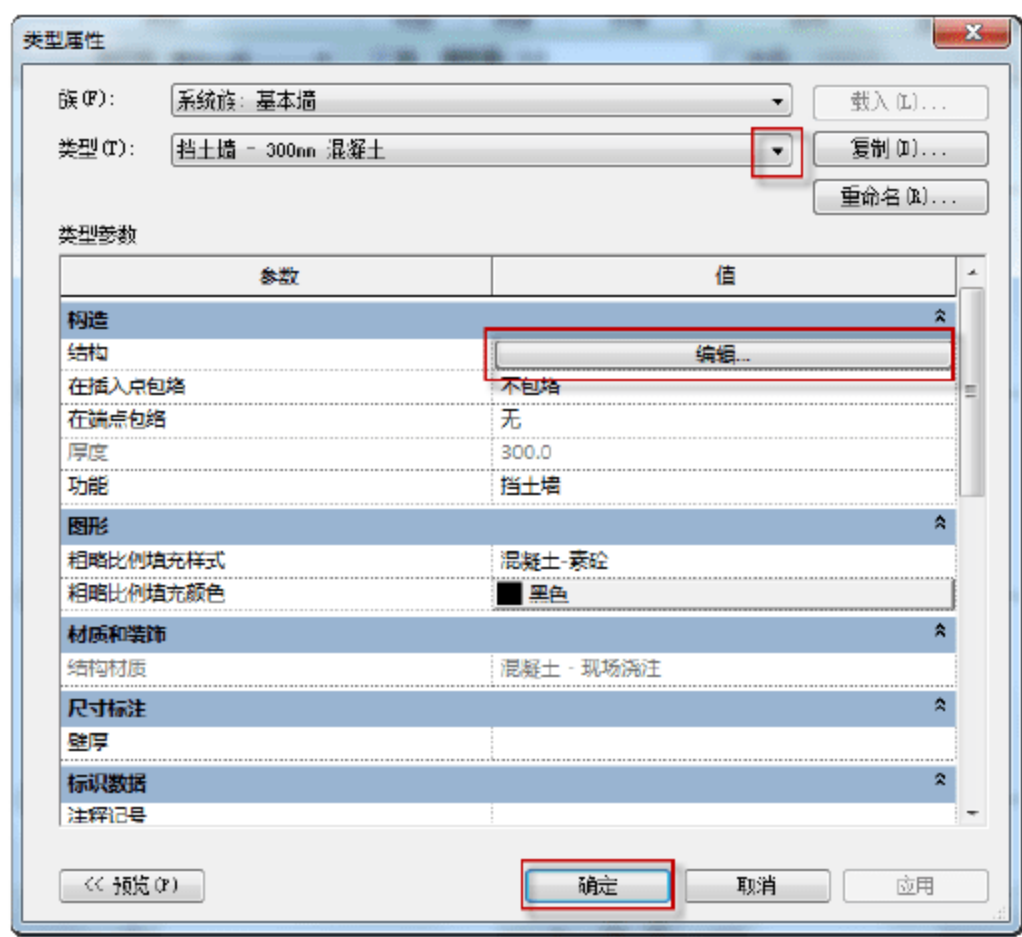

图 3.2.3 编辑挡土墙
(3) 编辑挡土墙 DW。将视图转换到结构平面 1，选择“结构”→“墙”→“编辑类型”命令，在弹出的“类型属性”对话框中，单击下拉按钮，选择“挡土墙-300mm 混凝土”选项，单击“确定”按钮，如图 3.2.3 所示。